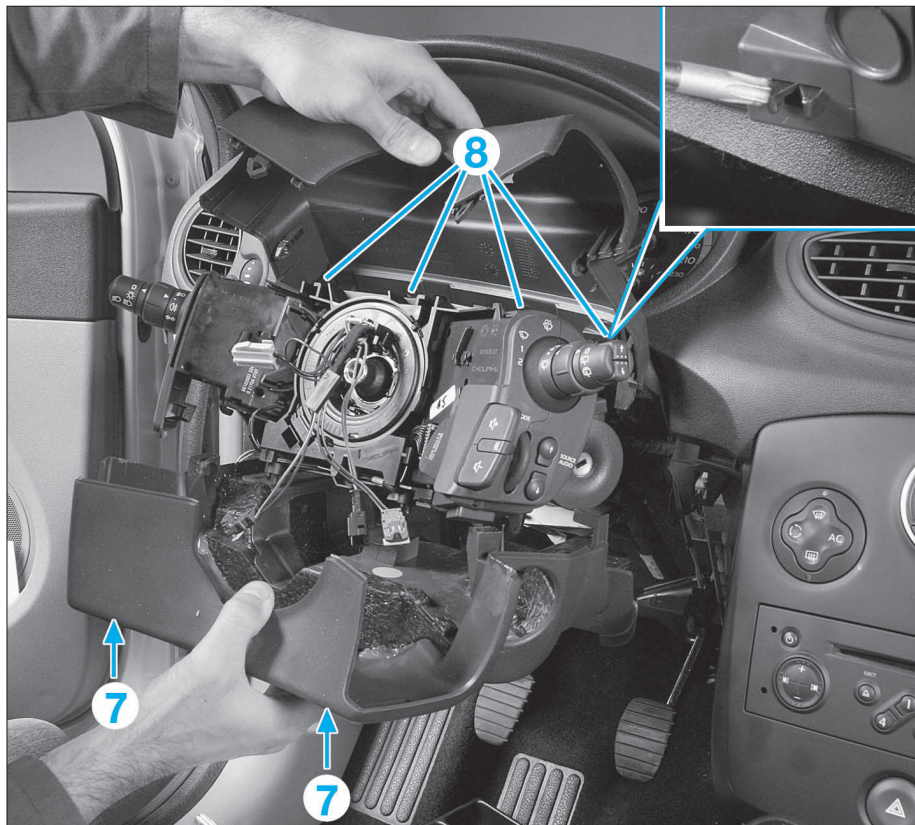
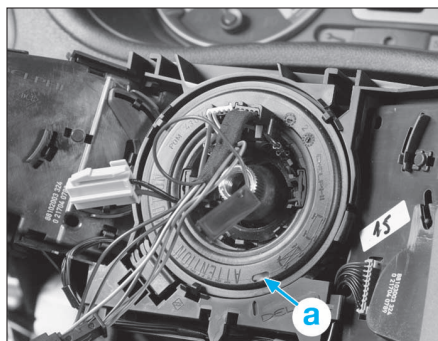

FIG. 37
FIG. 38
- Déclipser l'enjoliveur (4).
- Déposer les vis (5).
- Extraire le carter inférieur (6).
- Déposer les vis (7) sous la coquille inférieure (Fig.37).
- Déclipser la coquille supérieure du soufflet en (8).
- s'assurer que les roues soient droites et que le repère (a) du contacteur tournant soit bien positionné en face de l'index (Fig.38),